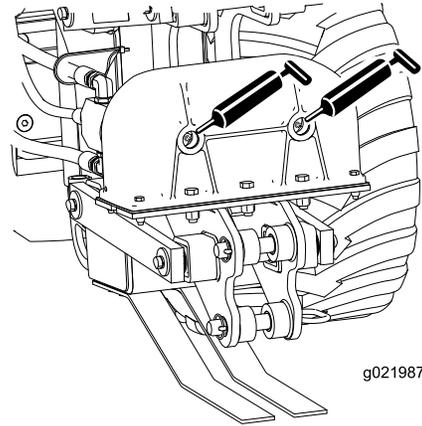
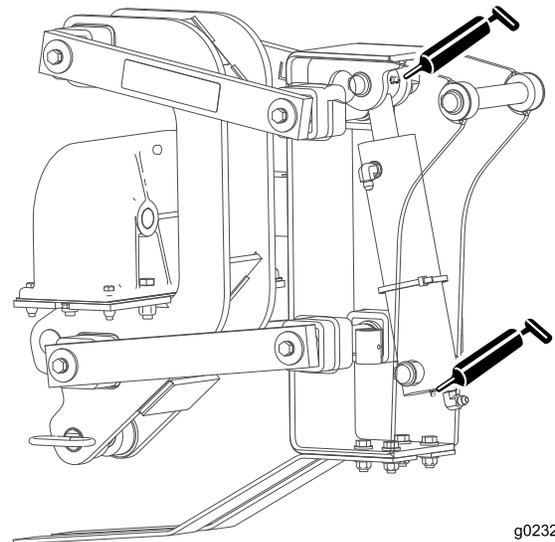

Figure 22
Figure 23
2. Raccordez une pompe à graisse à chaque graisseur (Figure 22, Figure 23 et Figure 24).